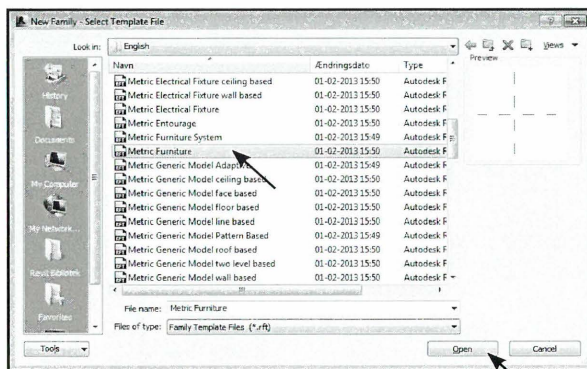

Fig. 04.02. Metric Furniture Template anvendes i dette eksempel.
- Vælg *Metric Furniture* på listen (Fig. 04.02) og tryk *Open*.